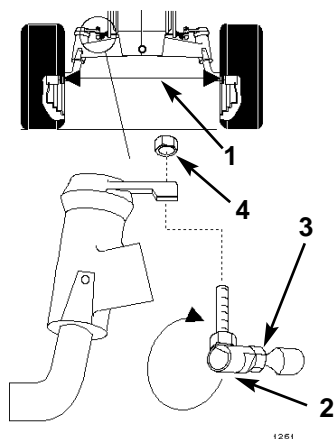

Fig. 31
Mantenete la convergenza delle ruote anteriori come indicato. Se l'usura delle ruote è irregolare, se il tappeto erboso è rigato o se lo sterzo è faticoso, è necessario metterla a punto. Verificate la convergenza ogni 100 ore di esercizio, oppure una volta all'anno, optando per l'intervallo più breve (Fig. 31).
3. Misurate la distanza tra i cerchi (all'altezza del fusello), sul davanti e il dietro delle ruote (Fig. 31).
2. Togliete il nodo sferico da una leva dello sterzo (Fig. 31).
4. Allineate le superfici piane del nodo sferico con le superfici piane del tirante, e serrate il controdado (Fig. 31).